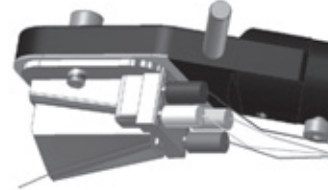

Abbildung 24
5. Positionieren Sie den Tonabnehmer auf der Unterseite der Tonabnehmer-Zwischenscheibe so, dass die Seiten des Tonabnehmers parallel zu den Seiten der Kopfschale sind. Sichern Sie den Tonabnehmerkörper und die Tonabnehmer-Zwischenscheibe an der Kopfschale. Dies geschieht mit Hilfe der mit dem neuen Tonabnehmer mitgelieferten Befestigungsteile unter Verwendung der entsprechenden Werkzeuge. Siehe Abbildung 24.